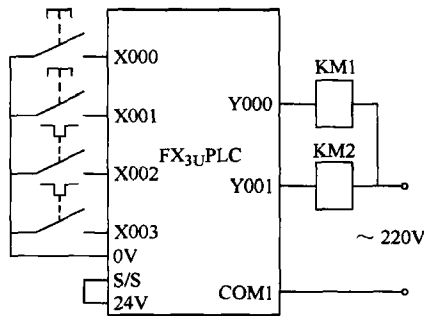

图 2-53 两台电动机循环控制接线图
(1) 控制要求 按起动按钮电动机 M1 运行 3s 后停止，电动机 M2 立即运行，4s 后 M2 停止，依此循环 4 个周期后停止，在运行过程中按停止按钮，2 台电动机停止运行；任意一台电动机热继电器动作，电动机均停止运行。
(2) I/O 分配和 I/O 接线图 X000：起动按钮；X001：停止按钮；X002：M1 热继电器；X003：M2 热继电器；Y000：电动机 M1 接触器 KM1；Y001：电动机 M2 接触器 KM2。接线图如图 2-53 所示。